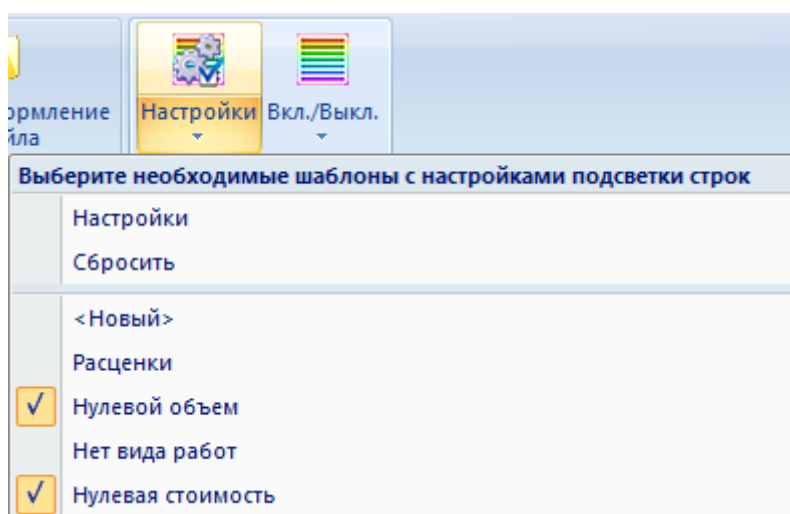

Рис. 6.16 Выбор шаблона подсветки строк
2. В раскрывающемся списке (рис. 6.16) выбрать шаблоны, которые необходимо применить.